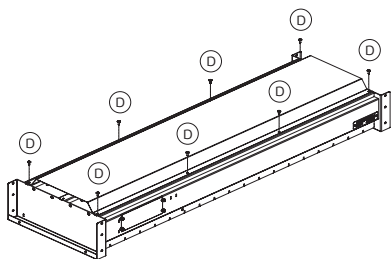

Рис. 1.
Взять жаровню (поз. 1) и уложить ее на гофрокартон от упаковки для предупреждения повреждения жаропрочного покрытия, развернуть как показано на рис. 1 и 2:
- Установить зольник (поз. 3) как показано на рис. 1 и закрепить саморезами (D), в заранее подготовленное отверстие, с помощью отвертки.